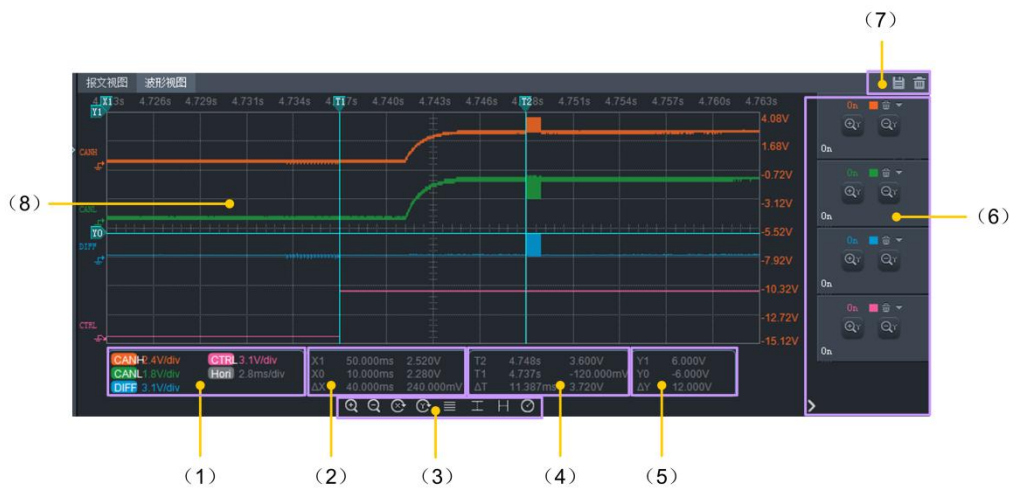

图 5.5 波形视图
波形视图区显示的波形是通过 CANDT 中的示波器采集到的波形数据，它是用来观察测试项目测试后的测试结果波形的，当测试项后面的图标不为灰色时，对应有波形视图，如图 5.5 所示，可用于查看测量项故障管理、报文发送持续时间、报文发送启动时间等的实际信号质量。波形视图显示说明和按钮使用说明如表 5.9、表 5.10 所列。
显示/隐藏 Y 光标	显示或隐藏 Y0 和 Y1 电压测量光标及测量信息, 如图 5.5 中的显示 (5)
显示/隐藏 X 光标	显示或隐藏 X0 和 X1 时间测量光标及测量信息, 如图 5.5 中的显示 (2)
显示/隐藏通道档位信息	显示或隐藏示波器的通道档位信息, 如图 5.5 中的显示 (1)
显示或隐藏右侧控制面板	显示或隐藏垂直放大/缩小每个通道及通道颜色设置的控制面板, 如图 5.5 中显示 (6)
T1、T2 光标	T1、T2 这两个光标是用来卡故障恢复时间的, T1 卡在控制信号的恢复边沿位置, T2 卡在第一个报文的起始位置, 光标信息如图 5.5 中显示 (4)